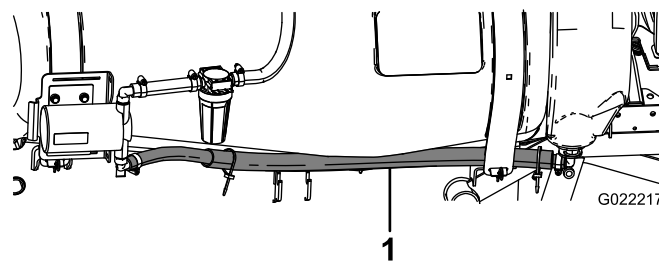

Рисунок 11
1. Направьте шланг промывочного бака между передним хомутом и боковой стороной бака (Рисунок 11).
3. Подсоедините конец шланга к нижнему штуцеру на промывочном насосе с помощью шлангового хомута (Рисунок 11).